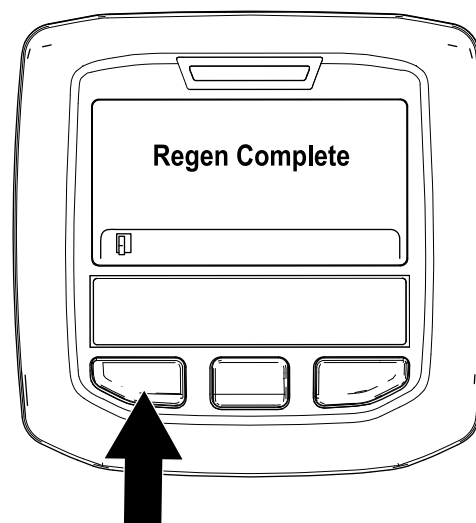

Figura 51
9. La regeneración con la máquina aparcada ha finalizado cuando se muestra el mensaje “Regen Complete” (Regeneración completada) en el InfoCenter. Pulse el botón de la izquierda para salir a la pantalla de inicio (Figura 51).